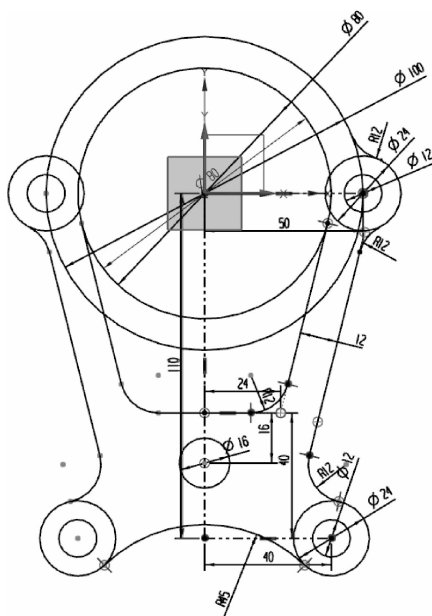

图 2-48 绘制  $\phi 16$  的圆和倒圆角
(10) 绘制  $\phi 16$  的圆和倒圆角。在“草图”工具条中单击图标,绘制  $\phi 16$  的圆,圆心在竖直线上,距离长 24 的直线为 16。在“草图”工具条中单击图标,选择底部两个  $\phi 24$  的圆,将倒圆角设置为  $R45$ ,如图 2-48 所示。